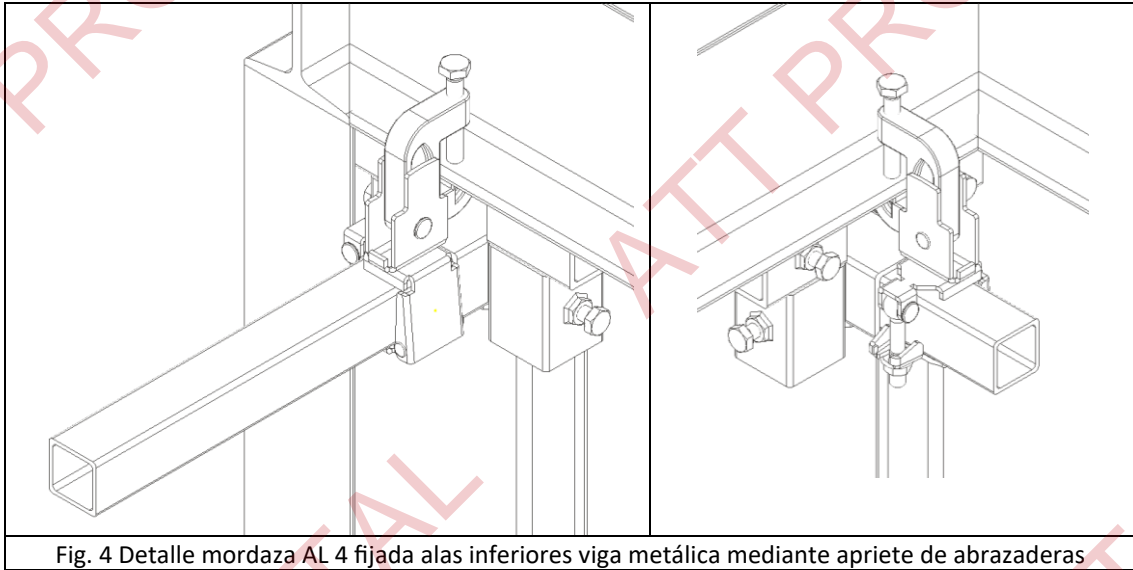

Fig. 4 Detalle mordaza AL 4 fijada alas inferiores viga metálica mediante apriete de abrazaderas
2. Las abrazaderas del AL4 deben ajustarse a la anchura del ala inferior de la viga (H/I) deslizando a lo largo del tubo cuadrado principal (el más largo) de la mordaza (Fig. 3). Una vez ajustados, se aprietan mediante la cabeza hexagonal del tornillo hasta asegurar su firmeza. (Fig. 4).